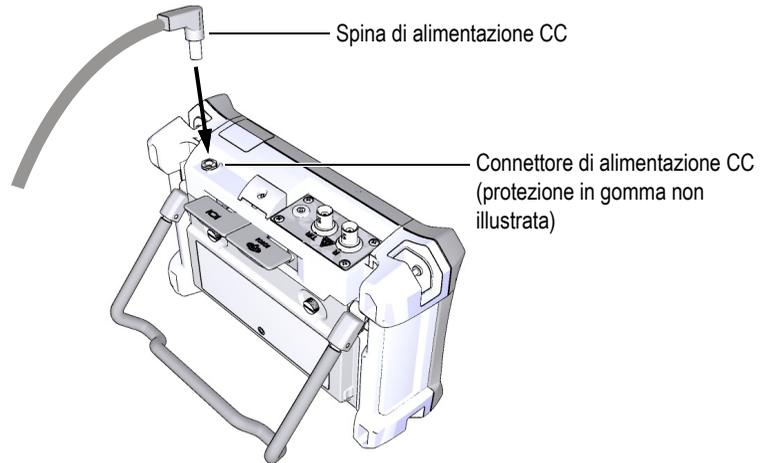

Figura 2-3 Collegamento della spina di alimentazione CC
3. Collegare la spina di alimentazione CC al connettore di alimentazione CC (vedere Figura 2-3 a pagina 69).